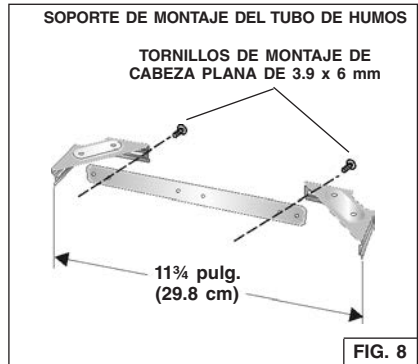

FIG. 8
1. Monte el soporte de montaje del tubo de humos, ajustando el ancho exterior como se muestra. Fig. 8.